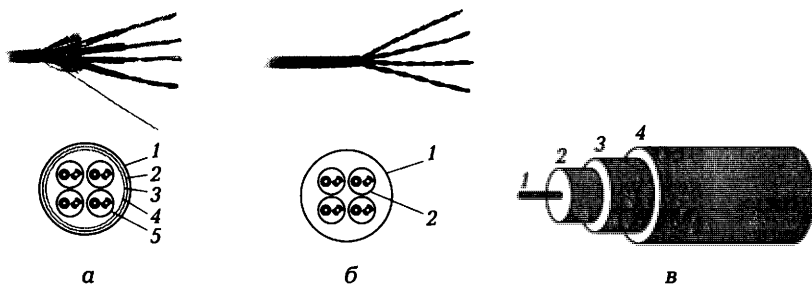

Рис. 8.2. Кабели:
*STP-кабели* (рис. 8.2, а) (экранированные с витыми парами из медных проводов) применяются в основном для линий внешней прокладки, в исключительных случаях для внутренней прокладки, если возможно серьезное влияние установленного оборудования на сигнальные линии кабеля или если нежелательно возможное влияние электромагнитного излучения самого кабеля.
*UTP-кабели* (рис. 8.2, б) (неэкранированные с витыми парами из медных проводов) широко используются в системах передачи данных, в частности в локальных вычислительных сетях (ЛВС), причем длина сегмента может достигать 100 м. Неэкранированные витые пары широко используются в телефонии.
*Коаксиальный кабель* (рис. 8.2, в) представляет собой медный проводник, покрытый диэлектриком и окруженный свитой из тон-